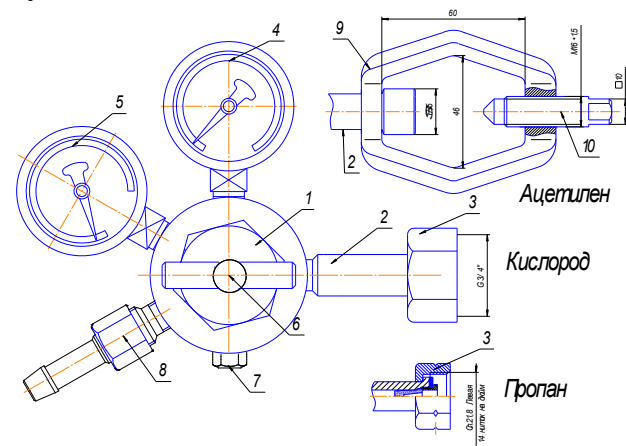

Рис. 1. Редуктор баллонный одноступенчатый:
Редуктор присоединяется к источнику питания газом через входной штуцер (2) (см. рис.1) накидной гайкой (3) с резьбой 3/4” (для пропана СП-21,8 LH), или хомутом (9) для ацетилена.